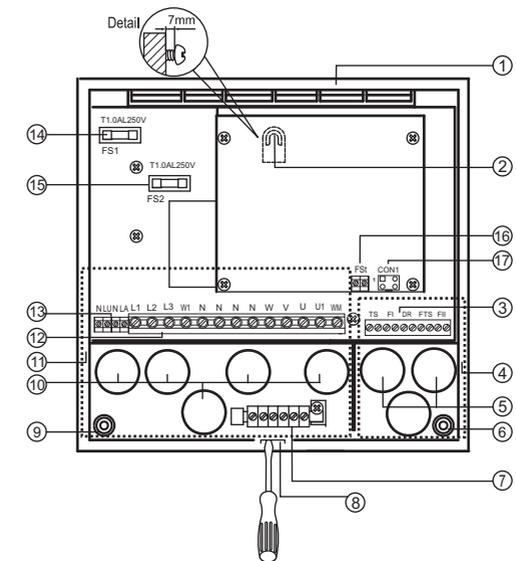

Abb. 6 Montage Leistungsteil
1. Drücken Sie vorsichtig mit einem Schlitzschraubendreher auf (Abb. 6 / Pos. 8) und entfernen Sie die Abdeckung.
2. Schrauben Sie an der gewünschten Montageposition des Leistungsteils die beiliegende Schraube fest und berücksichtigen Sie dabei einen Abstand von 7 mm zwischen Kabinenwand und Schraubenkopf (siehe Detail in Abb. 6).
3. Hängen Sie das Gehäuse an die montierte Schraube (siehe Abb. 6 / Pos. 2).
4. Schrauben Sie nach Abschluss des elektrischen Anschlusses (siehe Kapitel 5.1) die beiden Schrauben in (Abb. 6) Pos. 6 und Pos. 9 ein.
1. Führen Sie die Leitungen des Ofenfühlers (F1) und des Bankfühlers (FTS2) durch die Löcher (Abb. 6 / Pos. 5) in den Niederspannungsbereich (Abb. 6 / Pos. 4) und schließen Sie diese gemäß Schaltplan (Abb. 9) an die Klemme (Abb. 6 / Pos. 3) an.
2. Führen Sie die Leitungen des (optionalen) Türkontaktschalters durch die Löcher (Abb. 6 / Pos. 5) in den Niederspannungsbereich (Abb. 6 / Pos. 4) und schließen Sie diese gemäß (Abb. 9) an die Klemme (Abb. 6 / Pos. 3) an. Hinweis: Der Türkontaktschalters ist nicht im Lieferumfang enthalten. Werkseitig ist an der Klemme „DR“ eine Brücke montiert.
3. Führen Sie die Datenleitung des Bedienteils durch die Löcher (Abb. 6 / Pos. 5) in den Niederspannungsbereich (Abb. 6 / Pos. 4) und schließen Sie diese gemäß (Abb. 9) an die Klemme (Abb. 6 / Pos. 17) an.
4. Führen Sie die Leitungen des Lüfters und der Beleuchtung durch die Löcher (Abb. 6 / Pos. 10) in den 230/400 V Spannungsbereich (Abb. 6 / Pos. 11) und schließen Sie diese gemäß (Abb. 9) an die Klemme (Abb. 6 / Pos. 13) an.
5. Führen Sie die Leitungen für den Anschluss des Saunaofens und (falls vorhanden: des Verdampfers) durch die Löcher (siehe Abb. 6 / Pos. 10) in den 230/400 V Spannungsbereich (Abb. 6 / Pos. 11) und schließen Sie diese gemäß (Abb. 9) an die Klemme (Abb. 6 / Pos. 12) an.
6. Schließen Sie die Erdungskabel an Klemme (Abb. 6 / Pos. 7) an.
Mit der Saunasteuerung sc-1-black können bis zu drei Stromkreise mit einer maximalen Leistung von 3,5 kW gesteuert werden. Optional kann die Steuerung mit einer Leistungserweiterung (Anschluss: Klemme W1, Abb. 6 / Pos. 12) auf 18 kW - 30 kW erhöht werden.
Sofern ein Türkontaktschalter verwendet wird, ist dieser gemäß den Anweisungen des Herstellers zu montieren. Der Anschluss des Türkontaktschalters erfolgt an die Klemmen DR (siehe Abb. 6 / Pos. 3). Werkseitig ist an der Klemme „DR“ eine Brücke montiert.
Sofern ein Schalter zur Auslösung eines Fernstarts verwendet wird, ist dieser an die Klemme „FSt“ (siehe Abb. 6 / Pos. 16) anzuschließen.